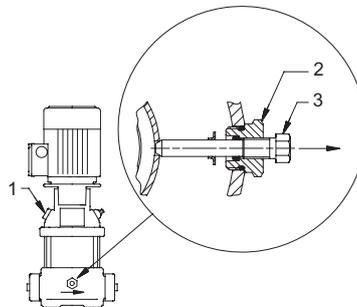

Рис. 4 Заливочное отверстие насоса
- 3.1.2. Вывернуть резьбовую пробку (поз. 1) заливочной горловины в верхней части насоса. См. рис. 4.
- 3.2.2. Ослабить маленький винт перепускного клапана (поз. 3) и вытянуть его из стопорного приспособления до упора. См. рис. 4.